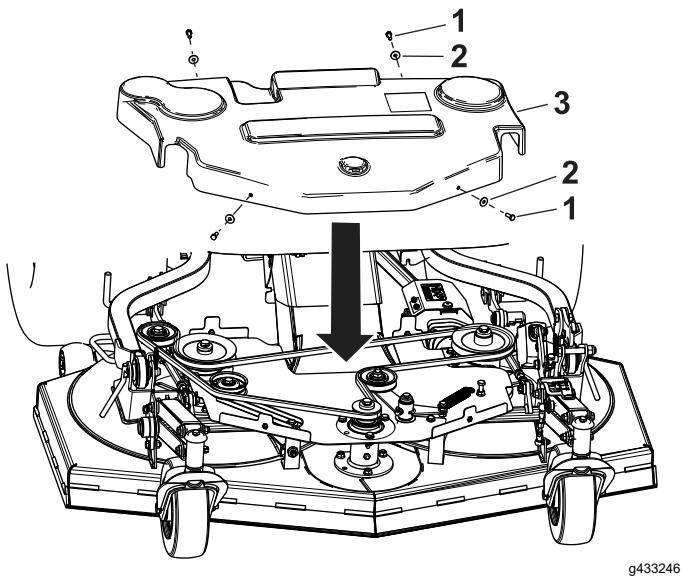

Figura 94
1. Retire los 2 pernos y las arandelas en la parte delantera de la cubierta (Figura 94).
2. Retire los 2 pernos y las arandelas en la parte trasera de la cubierta (Figura 94).
1. Instale la cubierta sobre la correa Figura 94.
2. Instale los 2 pernos y las arandelas en la parte delantera de la cubierta (Figura 94).
3. Instale los 2 pernos y las arandelas en la parte trasera de la cubierta (Figura 94).